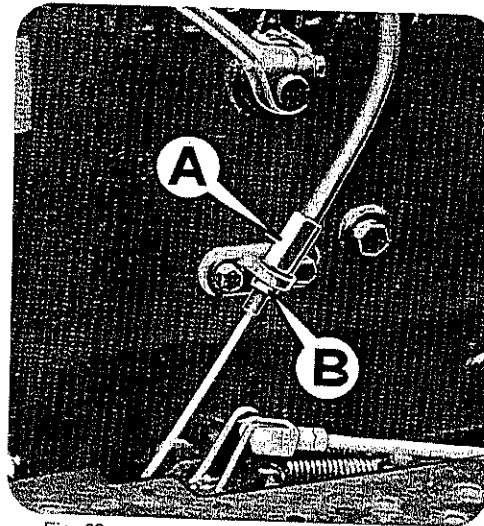

Fig. 28
- Controllare il gioco del pedale frizione e registrarlo nel caso diminuisca intervenendo sul registro A dopo avere allentato il controdado B Fig. 28
- Check clutch pedal stroke and adjust it if necessary, by acting on adjuster A after having loosened jam nut B (Fig. 28)
- Contrôler le jeu de la pédale d'embrayage et le régler, si nécessaire, en agissant sur le registre A après avoir desserré le contre-écrou B (Fig. 28).
- Controlar el juego del pedal fricción y registrarlo en caso que disminuya interviniendo sobre el registro A después de haber aflojado el contradado B, Fig. 28